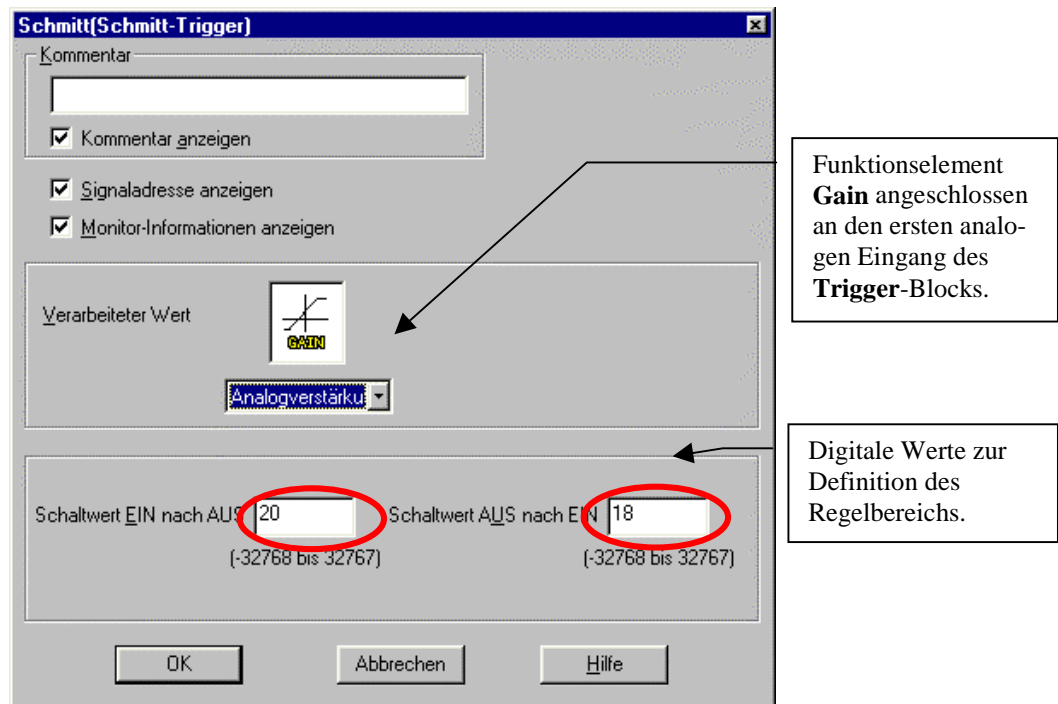

Abb. 1.60
1. Auf den Block doppelklicken, um das zugehörige Dialogfeld zu öffnen (Abb. 1.60).